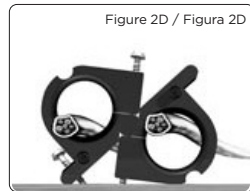

Figure 2D / Figura 2D
**For a double run of cable:** Use two HANDI-HOOPS with one inverted on top of the other so that the notched sections are joined together and secured using one #10 x 3" wood screw or 16 penny nail to run through both of the HANDI-HOOPS and a #10 x 1" screw or to secure the foot. (see figure 2D)
**Pour un câble double:** Utilisez deux HANDI-HOOPS avec un inversé au-dessus de l'autre afin que les sections crantées se rejoignent et soient fixées avec une vis à bois #10 x 3" ou 16 clous pour traverser les deux HANDI-HOOPS et une vis #10 x 1" ou pour fixer le pied. (voir figure 2D)